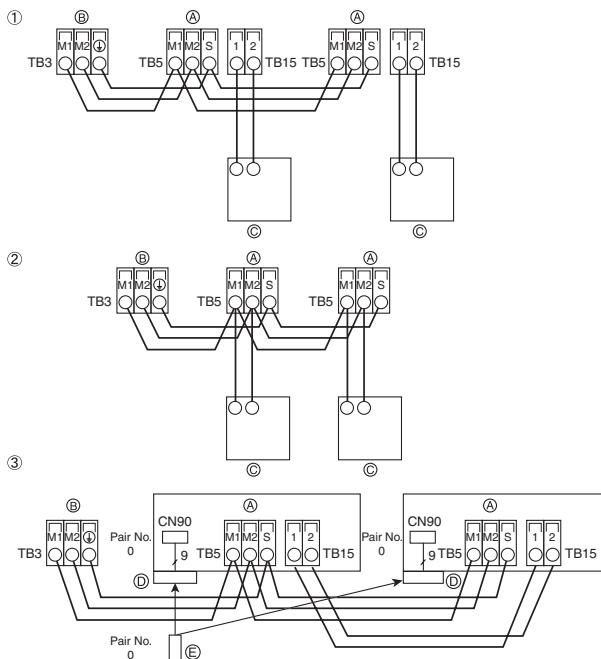

Fig. 4-3
4.2. De afstandsbediening en de transmissiekabels voor het binnen- en buitenapparaat aansluiten (Fig. 4-3)
① MA-afstandbediening
② M-NET-afstandbediening
③ Draadloze afstandsbediening (bij het installeren van de draadloze signaalontvanger)